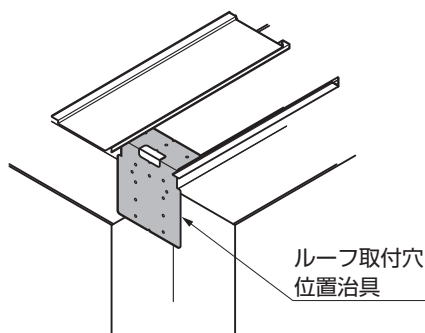
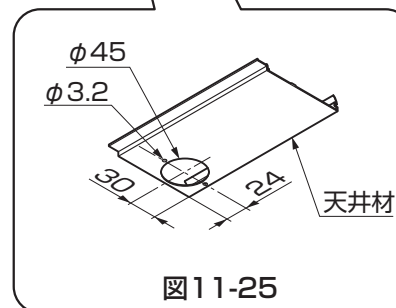

図11-24
図11-25
- ルーフ取付穴位置治具の折り曲げ部を樋の入隅部に突き当てると正確に位置出しができます。(図11-24参照)
- ②アタッチメントパッキンを雨樋アタッチメントに貼付けて樋に【6-1】で取付けてください。
③天井材Cにφ45の穴を現場加工してください。(図11-25参照)
④天井材を取付けてください。